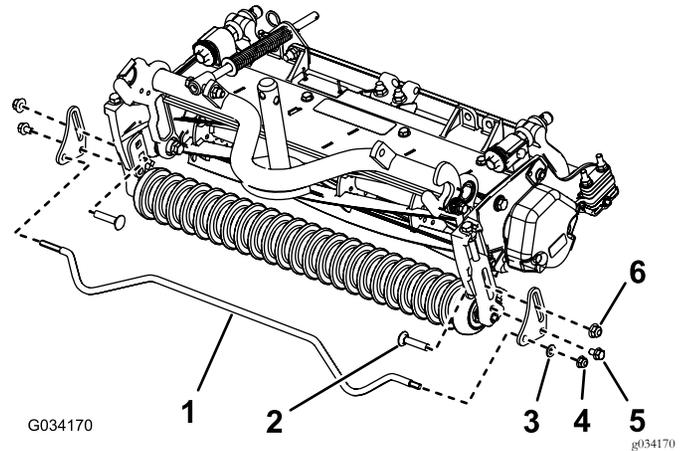

Figura 10
arandela prensada (3/8"), 1 perno de cuello cuadrado (3/8" x 1 3/4") y un tornillo con arandela prensada (5/16"); consulte Figura 10.
2. Inserte el extremo largo hexagonal de la varilla del recogedor en 1 chapa de montaje y el otro extremo en la otra chapa del recogedor (Figura 10).
3. Sujete el extremo hexagonal corto de la varilla con una tuerca con arandela prensada (5/16") y una arandela endurecida (Figura 10).